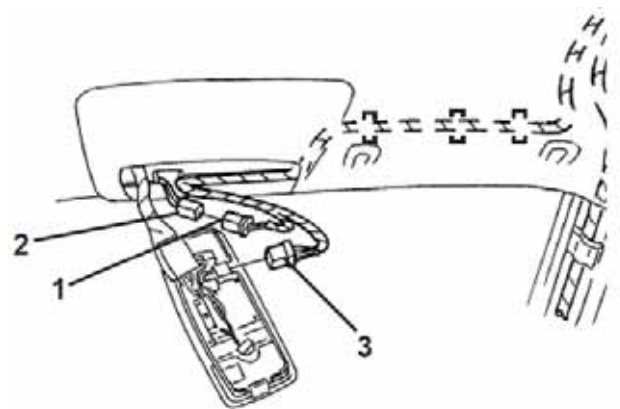

FIGURE 41
- 8.) CONNECT THE FEMALE CONNECTOR ON THE DVD DOME LIGHT HARNESS (1) TO THE MALE CONNECTOR ON THE VEHICLE MAP LIGHT HARNESS (2) AND CONNECT THE MALE DVD DOME LIGHT CONNECTOR TO THE VEHICLE MAP LIGHT. (SEE FIGURE 41)